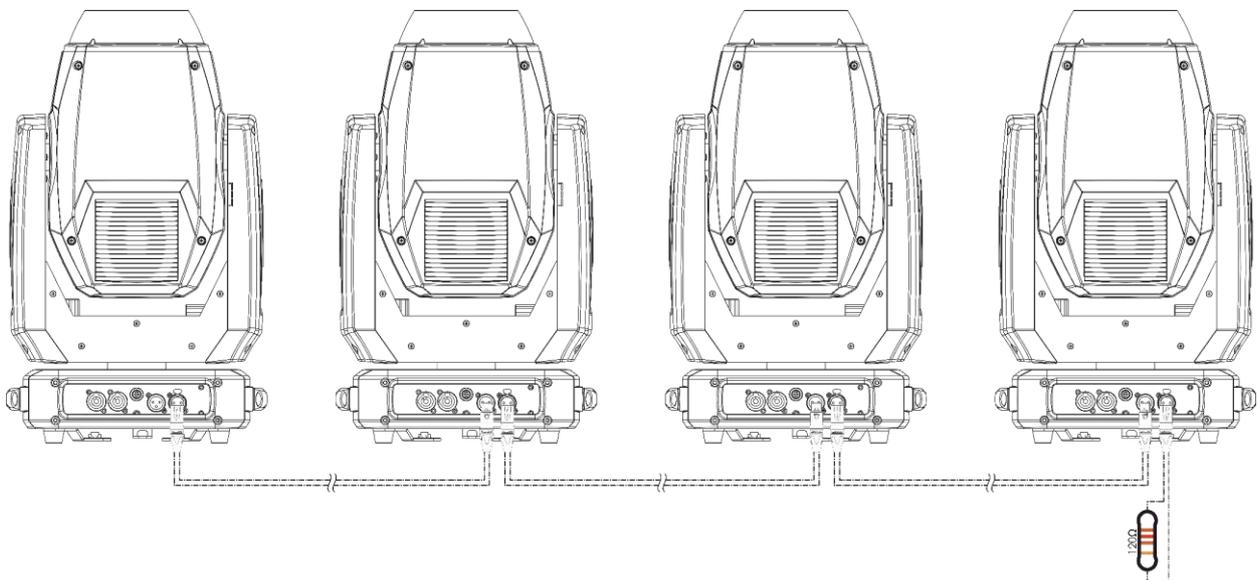

Abb. 09
- 02) Verbinden Sie die gewünschte Anzahl an Geräten auf diese Weise, wie in Abb. 09 gezeigt. Das zuerst verbundene Gerät wird automatisch zum Master-Gerät.